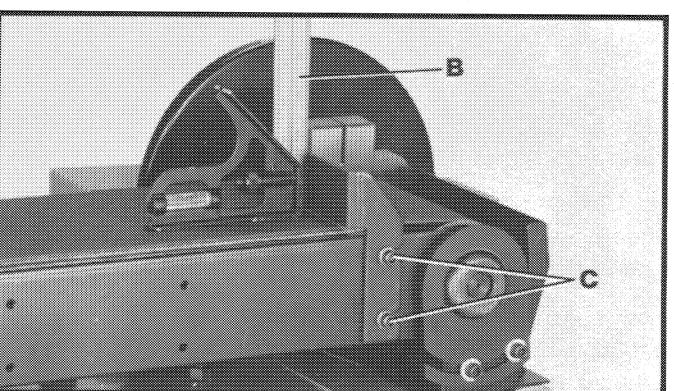

Fig. 26
- Coloque una escuadra (B) Fig. 26 sobre la correa de lijado, con un extremo de la escuadra sobre el contratope, y verifique si el contratope está encuadrado con la correa de lijado.
- Si resulta necesario efectuar un ajuste, afloje los dos tornillos (C) Fig. 26, y ajuste el contratope como corresponda. Apriete los tornillos (C) luego de haber efectuado el ajuste.